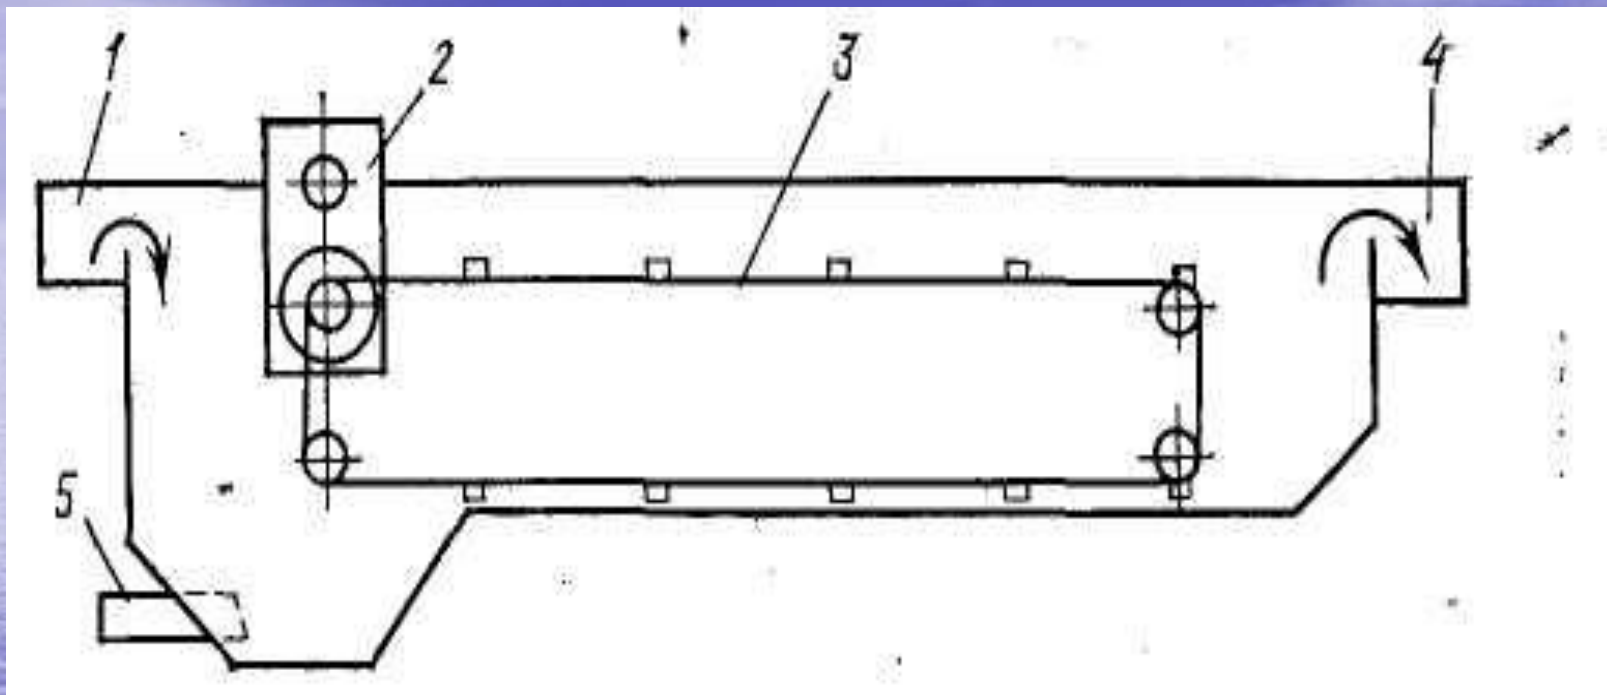

Рис. 1. Горизонтальный отстойник:
- В зависимости от направления движения потока воды, отстойники подразделяют на горизонтальные (рис.1), вертикальные и радиальные.